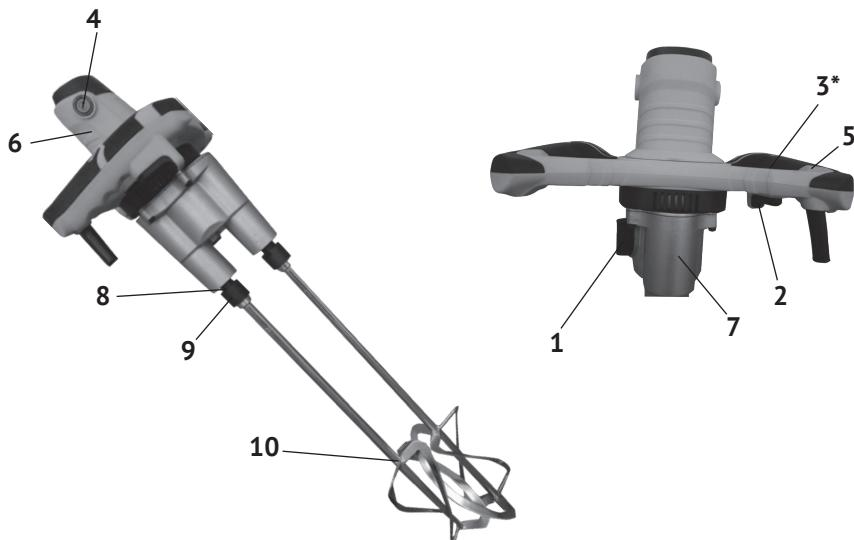

рис.1
1.6 Общий вид миксера представлен на рис.1
1.7 Миксер состоит из коллекторного двигателя в пластиковом корпусе (рис.1 поз.6) и редуктора, расположенного в металлическом корпусе (рис.1 поз.7). Крутящий момент с якоря электродвигателя через систему шестерён, передаётся на два шпинделя, соосных с двигателем. На шпинделы, накидными гайками (резьба М27 внутренняя) крепятся насадки. Гайки (рис.1 поз.9) и насадки (рис.1 поз.10) имеют хорошо различимые маркировки: «R» - правая и «L» - левая.
1.8 Клавиша выключателя (рис.1 поз.2) расположена в нижней части правой рукоятки. Слева на рукоятке находится кнопка (рис.1 поз.3) фиксации клавиши выключателя в рабочем положении. Скорость вращения шпинделей в каждом из режимов регулируется усилием, приложенным к клавише выключателя. На максимальных оборотах каждого из режимов кнопка (рис.1 поз.3) фиксирует клавишу в рабочем положении.
2.2.1 Закрепить насадки (рис.1 поз.10) гайками (рис.1 поз.9) к шпинделям (строго по маркировкам – «R» к «R» а «L» к «L»), и затянуть их ключами, входящими в комплект поставки.
- включение миксера осуществляется нажатием на клавишу выключателя (рис.1 поз.2), после нажатия и удержания кнопки блокировки (рис.1поз.3)
2.2.3 Переключатель диапазона скоростей (рис.1 поз.1) расположен на редукторе слева. Он имеет два фиксированных положения обозначенных символами «I» и «II» на концах ручки переключателя. Совмещая конец ручки переключателя с символом «Δ» на корпусе редуктора, выбираем нужный диапазон скорости.
- открутить крышку щёткодержателя (рис.1 поз.4);